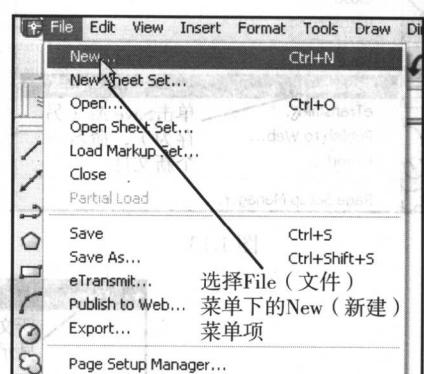

图 1.11
2. 选择 File (文件) 菜单下 New (新建) 菜单项 (如图 1.11 所示)。